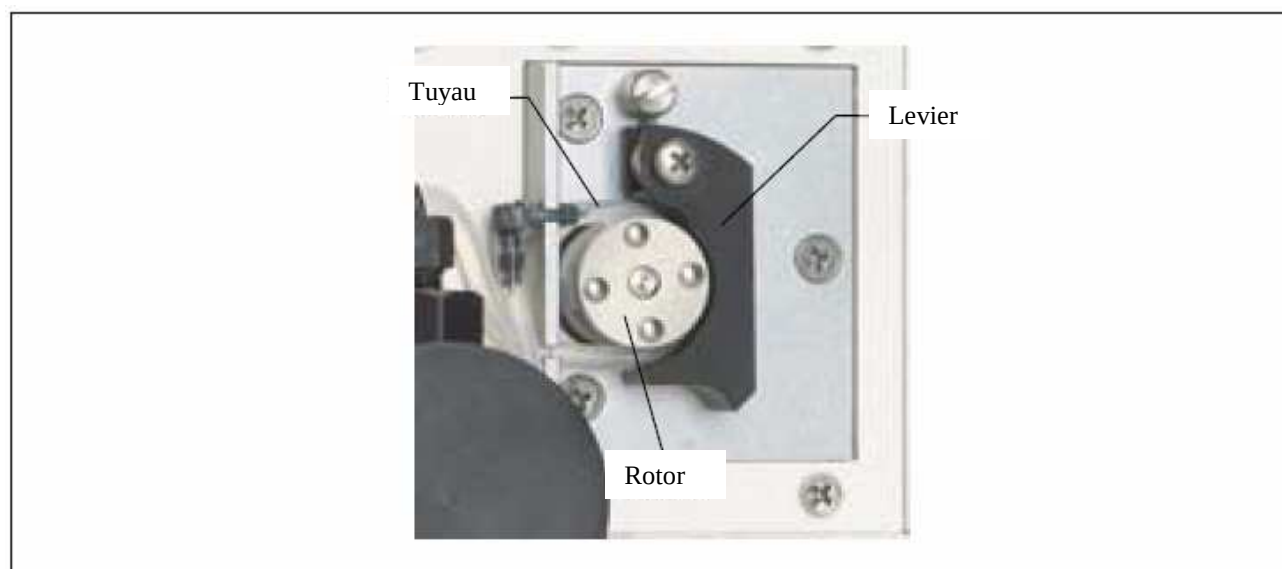

Figure 6.1. Pompe péristaltique du système de nettoyage des joints.
- Déconnecter le tuyau de la pompe péristaltique sur le panneau de composants : soulever le levier, enlever le tuyau et relâcher le levier (voir figure 6.1).